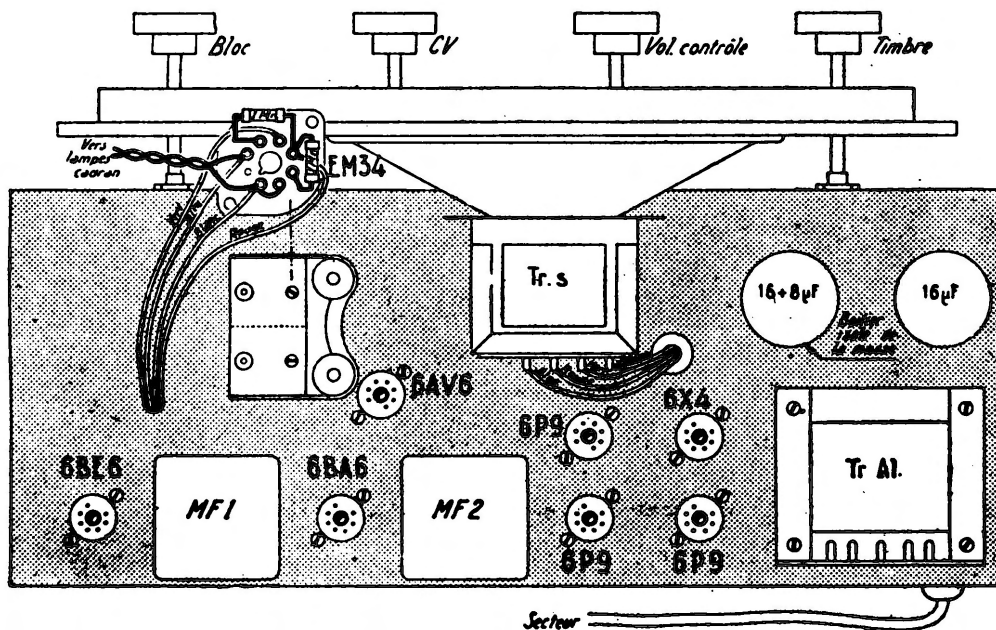

Figure 3.
**Construction :** Le détail de l'emplacement des principaux organes est indiqué par la figure 3, qui montre le châssis vu de dessus, c'est-à-dire du côté lampes.